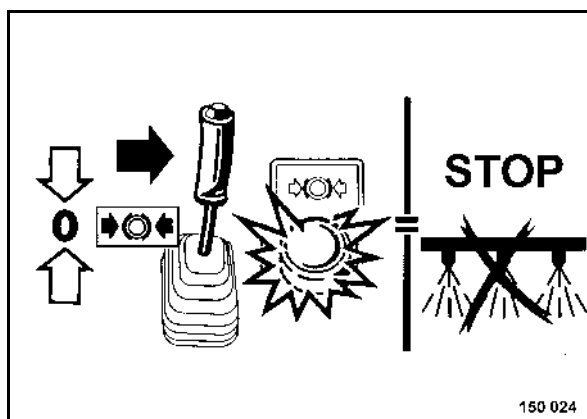

fig. 74
- Pour arrêter l'arrosage, ramener le levier de commande de la marche sur position "Frein serré" (fig. 74) ou commuter l'interrupteur rotatif de l'arrosage sous pression sur position "0".